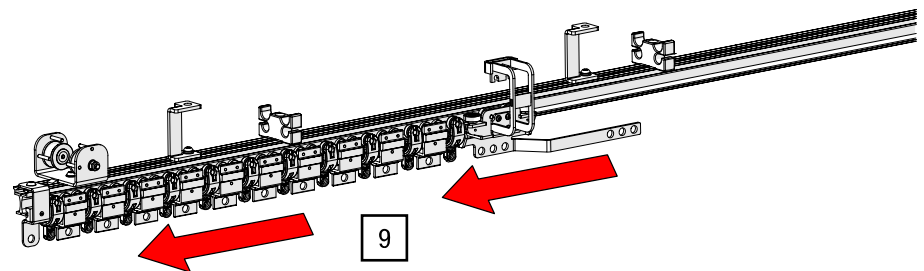

Abb. 109: Doppelt obenliegende Seilführung – Wagen zusammenschieben
- Schieben Sie die Zug- und Laufwagen bei einem zweiteiligen Vorhang maximal im Parkraum auf jeder Seite zusammen (siehe Abb. 109).